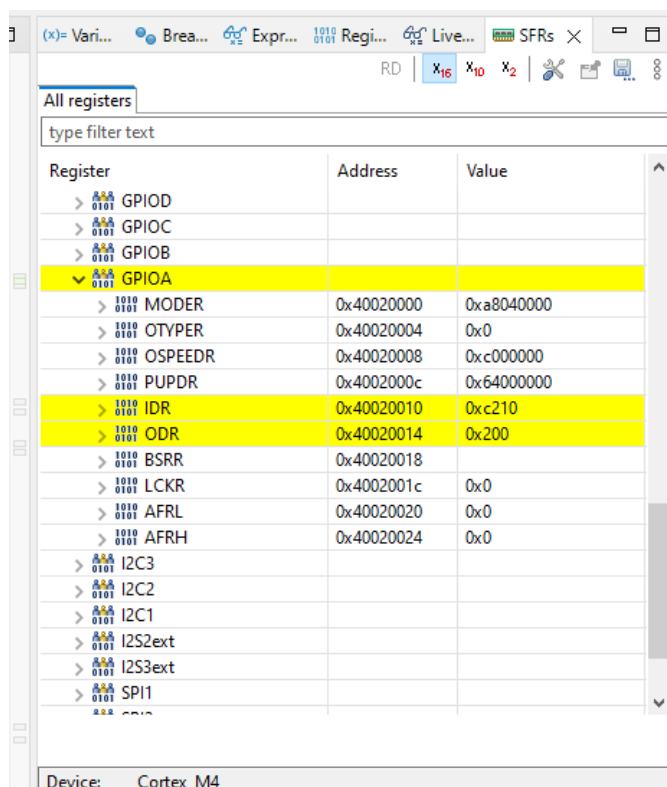

Рис.1.9 - Перегляд стану регістра ODR
4.5. У випадяючому списку регістрів порту GPIOC обрати регістр ODR. Продовжуючи виконання програми у покроковому режимі, відслідкувати зміну стану 13-го біту регістра ODR (рис. 1.9). Порівняти значення 13-го біту регістру та стан світлодіода на платі.